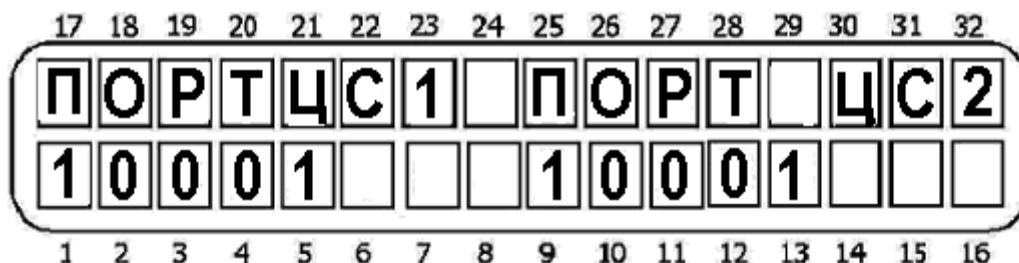

Рисунок 2 - Порты центральных станций
**Порты ЦС** Введите номера портов ЦСМ1 и ЦСМ2 (рисунок 2).